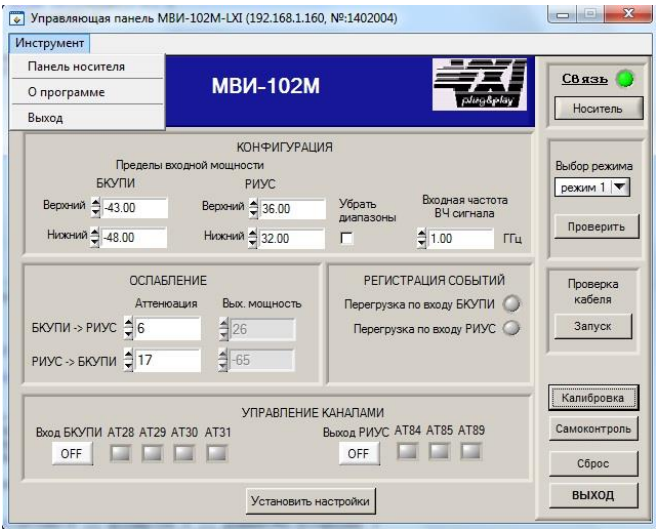

Рисунок 18
9.11 Для конфигурации интерфейсной части изделия на панели программы «Управляющая панель МВИ-102М» (см.п.10.3 данного РЭ) выберете вкладку «Инструмент». В ней мы переходим к «Панель носителя», наведя курсор мыши на надпись. После этого, нажмите правой кнопкой мыши по надписи (рисунок 18).